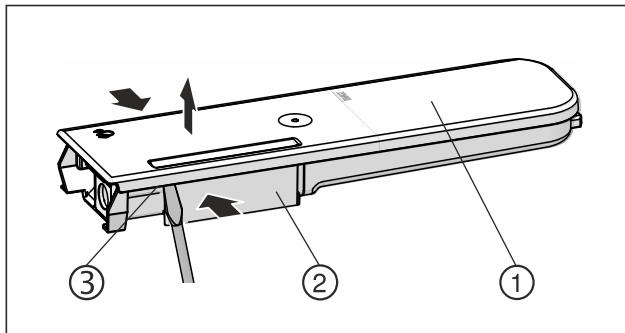

Fig. 151
- ▶ Stlačte nádrž na vodu Fig. 151 (2) k sobě a víko Fig. 151 (1) opatrně vypácte přes západky Fig. 151 (3) a vytáhněte nahoru.
- ▶ Víkem Fig. 151 (1) pohybujte lehce tam a zpět a sejměte jej nahoru.